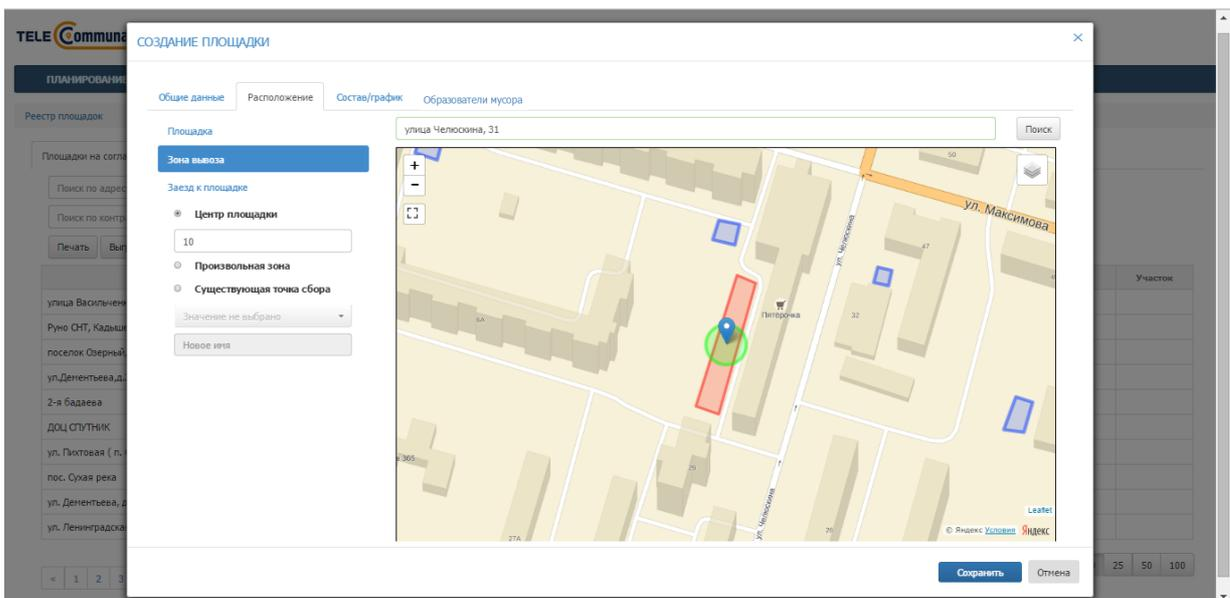

Рисунок 63. Зона вывоза совпадает с центром площадки
- 2) **Зона вывоза:** по умолчанию зона вывоза совпадает с центром площадки и радиус зоны вывоза составляет 10 м, радиус зоны вывоза можно менять в случае необходимости (Рисунок 63).